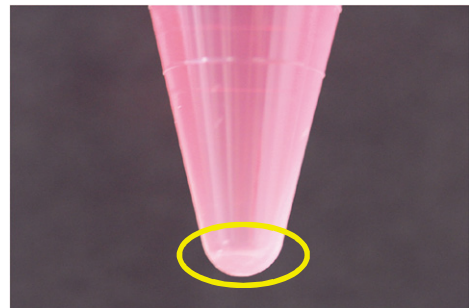

図11-3 細胞ペレット
- (3) 凍結用チューブの細胞浮遊液を遠心チューブ (培地入り) へ移しピペッティングする。
- (4) 遠心分離する。(190 × g [1,000 rpm]、3分) (図11-3)
- (5) 手順 (4) の最中に培地をフラスコおよびシャーレに各2.5 mL 入れる。
- (6) プロトコル No.、細胞名、継代数、日付、氏名を油性ペンで上面に記入する。(フラスコは横、シャーレは細胞を播種する容器の側面にも記載する)
- (7) 遠心分離後、チューブの上清を吸引し、細胞ペレットをタッピングによりほぐ